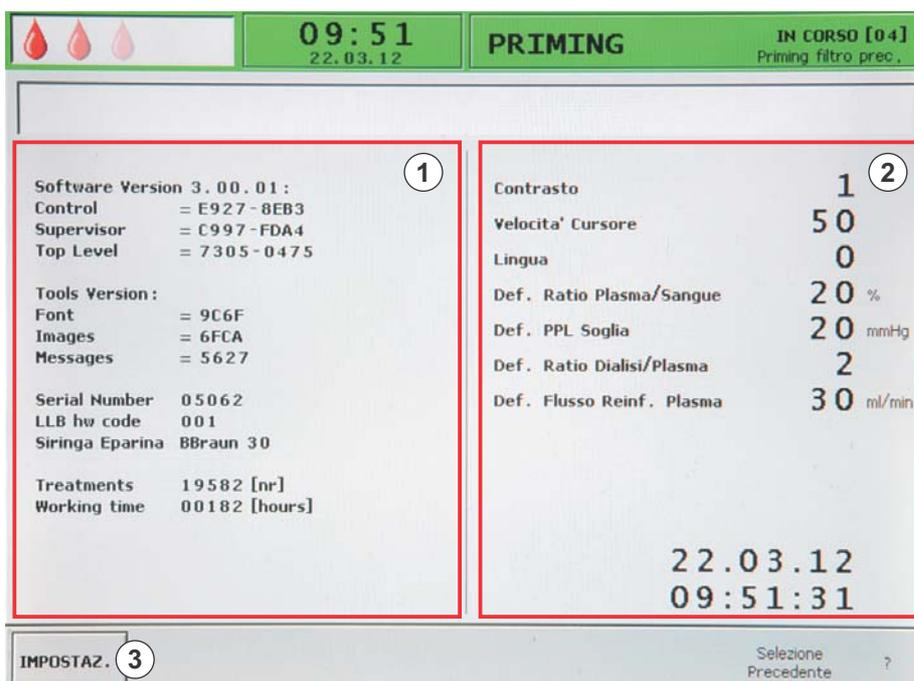

Fig. 3-4 Videata *Impostazioni*
↪ Appare la videata *Impostazioni* (Fig. 3-4 ), che indica i dati dell'apparecchiatura a sinistra ( ① ) e i parametri di default sulla destra ( ② ).